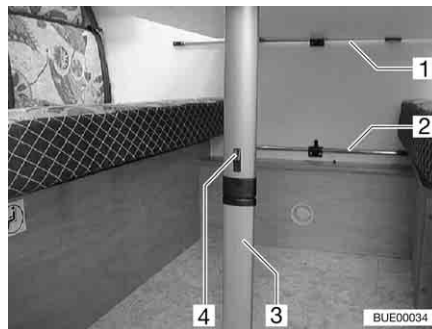

Bild 78 Hängbord med vikbart ben
- Skjut spärren (Bild 78,4) mot bordsskivan.
- Fäll upp den nedre delen av benet (Bild 78,3) 90°.
- Haka ur hängbordet ur den övre bärskenan (Bild 78,1).
- Haka fast hängbordet i den nedre bärskenan (Bild 78,2) och ställ ned det på bordsbenets led.